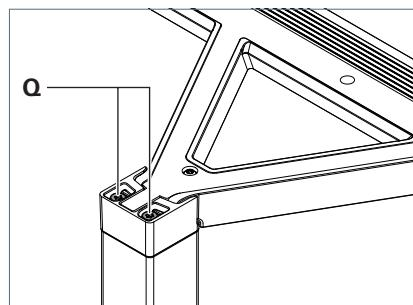

Fig. 11 : Ajuster la tête du luminaire.
- ▶ Pour abaisser la tête du luminaire, tournez les vis **Q** dans le sens inverse des aiguilles d'une montre, voir Fig. 11.